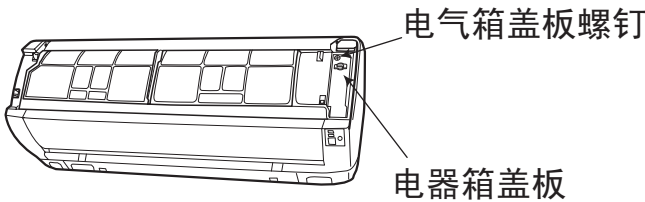
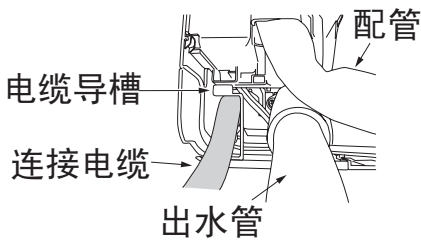

图14-2
图14-3
(2) 打开面板，拧下电气箱盖板固定螺钉，取下电气箱盖板。（如图14-2）
(3) 电线连接顺序
- 将连接电缆穿过电缆导槽从风室下盖板处穿出至电气箱接线端子处。（如图14-3）
- 连接电缆连接结束后，用螺钉将接线盖板固定（如图14-2）。
- 然后用手将面框右下角风室下盖板 ①、② 处的勾子沿箭头相反方向推紧，装上风室下盖板，然后关上面板。